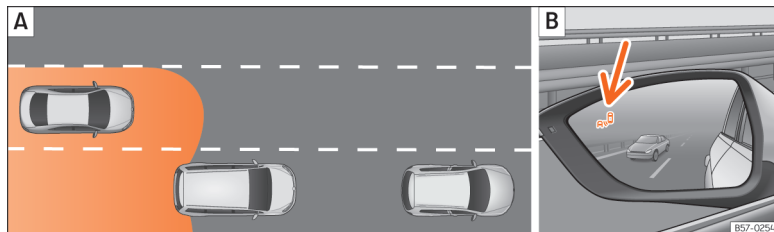

Abb. 273 Schematische Darstellung: **[A]** Überholvorgang mit Verkehr im hinteren Bereich. **[B]** Anzeige des Totwinkelassistenten im Außenspiegel links.
Die Radarsensoren befinden sich links und rechts am hinteren Stoßfänger und sind von außen nicht sichtbar »» **Abb. 272**. Die Sensoren erfassen den Bereich des toten Winkels, sowie den hinter dem Fahrzeug erzeugten Verkehr »» **Abb. 273**, »» **Abb. 274**. Die Seitenbereiche umfassen etwas über eine Fahrbahnbreite.
In nachfolgenden Situation wird die Anzeige im Außenspiegel »» **Abb. 273 [B]** (Pfeil) oder »» **Abb. 274 [B]** (Pfeil) dargestellt:
- Bei einer Überholung durch ein anderes Fahrzeug »» **Abb. 273 [A]**.